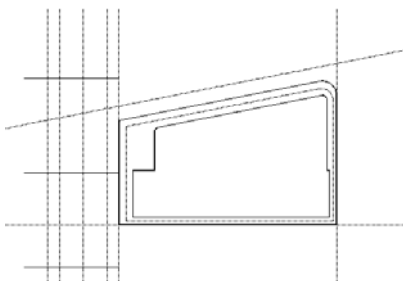
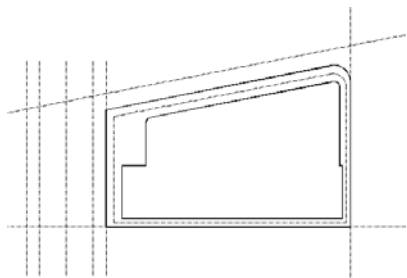

图 15.116 城市道路辅助线
图 15.117 修剪辅助线
(12) 执行偏移命令, 将辅助线分别向上、向下各偏移 40000, 如图 15.116 所示。最后对辅助线进行修剪, 如图 15.117 所示。